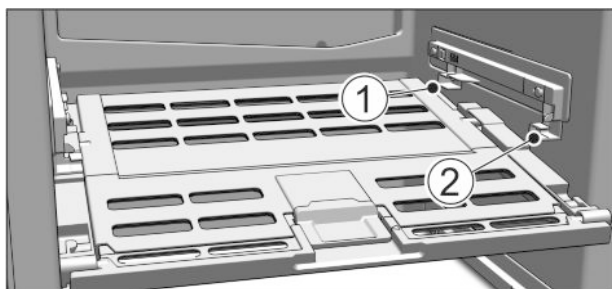

Fig. 48
- Umetanje poklopca ladice za voće i povrće: Uvedite zupce poklopca odozdo u stražnji držač Fig. 48 (1), a sprijeda umetnite u držač Fig. 48 (2) da uskoči.